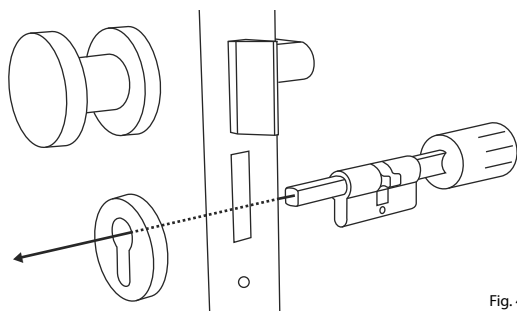

Fig. 4
- ④ Deslice el cilindro desde la parte interior de la puerta hacia afuera de la cerradura empotrable de la puerta (Fig. 4).